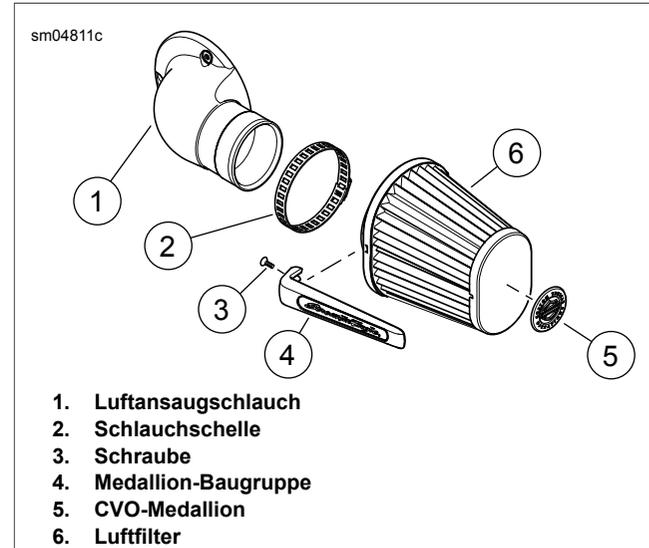

Abbildung 38. Luftfilter
1. Siehe Abbildung 38. Die Schelle (2) lockern. Die Filter (6) vom Luftansaugrohr (1) trennen.